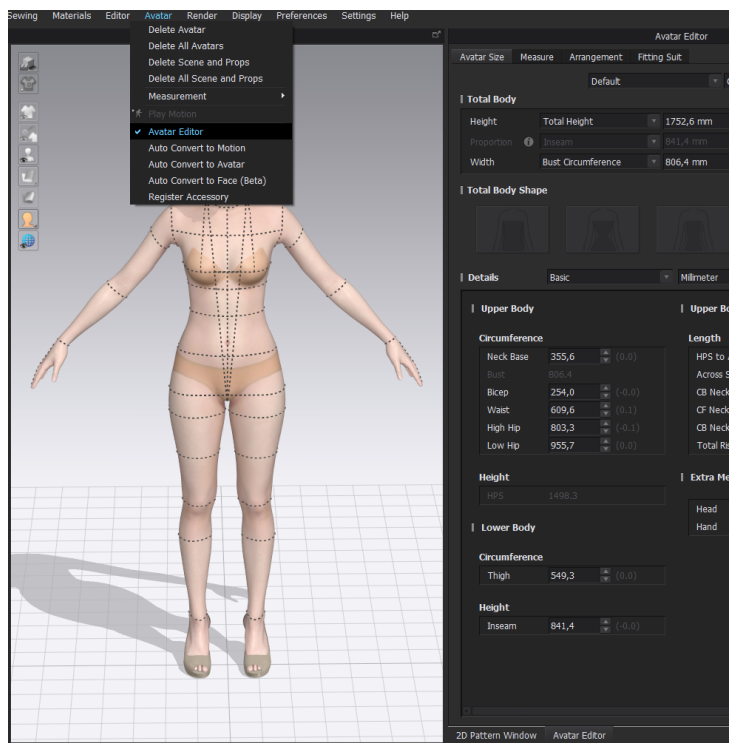

Рисунок 5.2 – Настройка параметров тела
2. Настройка параметров тела. При нажатии функции avatar editor появится окно, где аватару можно менять рост, вес, обхваты и другие индивидуальные размеры (рис. 5.2).